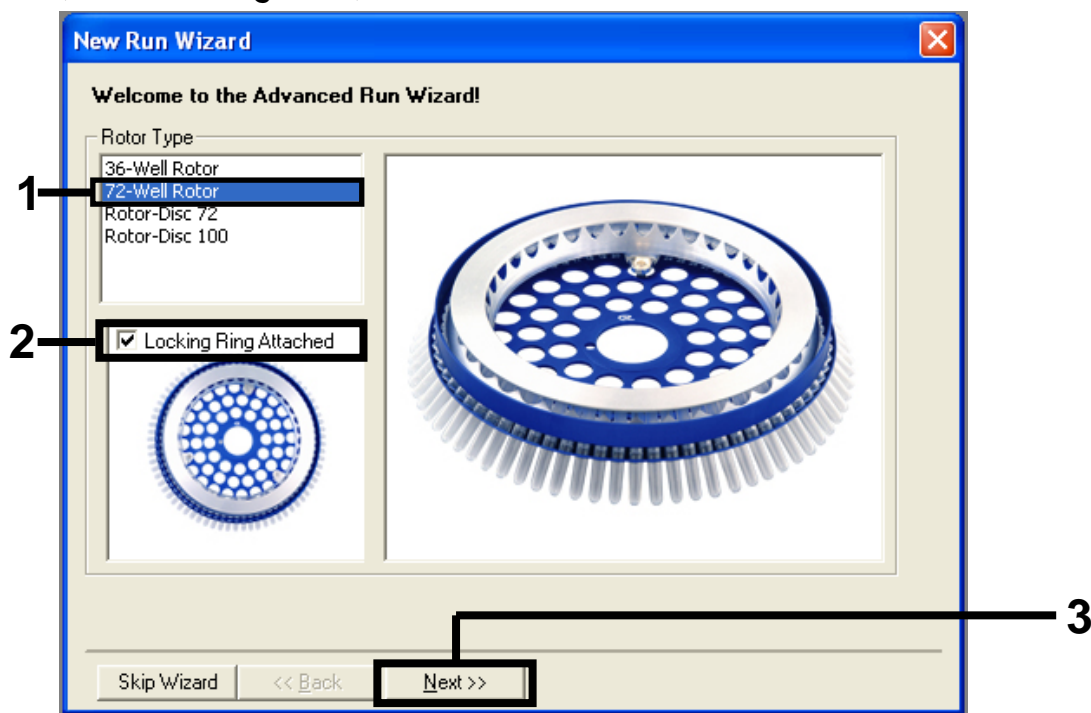

Figura 1. A caixa de diálogo "New Run Wizard" (Assistente de nova execução).
3. Seleccione o "72-Well Rotor" (Rotor de 72 poços) como modelo de rotor. Confirme que o anel de aperto está anexado e marque a caixa "Locking Ring Attached" (Anel de aperto anexado). Clique em "Next" (Seguinte) (consulte a Figura 1).